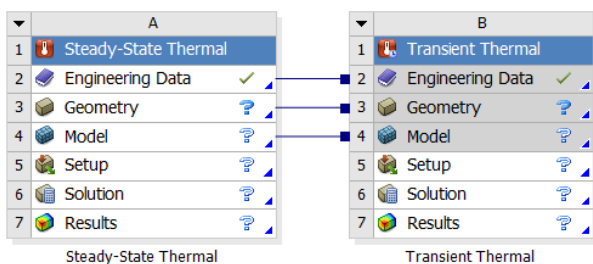

图 22-1 分析项目
3) 在工具箱中的 “Analysis System” → “Transient Thermal” 上按住鼠标左键拖曳到项目管理区中, 当项目 A 的 “Model” 项红色高亮显示时, 放开鼠标创建项目 B, 此时相关关联的数据可共享, 如图 22-1 所示。